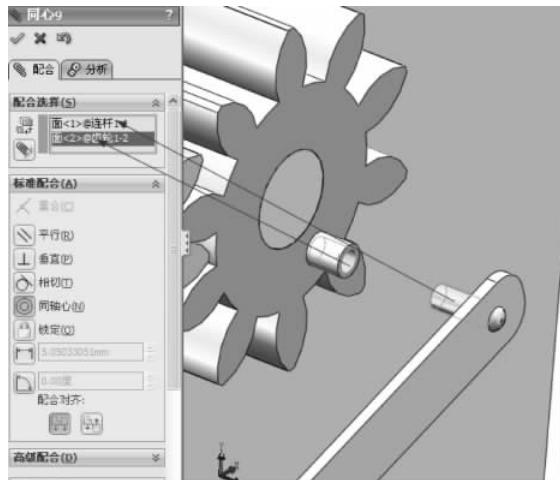

图 3-88 同轴心配合
(2) 单击【装配体】工具栏中的【配合】按钮 ，弹出【配合】的属性设置。在【标准配合】选项组下选择【同轴心】配合类型 ，单击【配合选择】选项组下的选择框，然后在图形区域中选择连杆上凸台圆柱面和右侧齿轮上凸台圆柱面，如图 3-88 所示，单击【确定】按钮 。